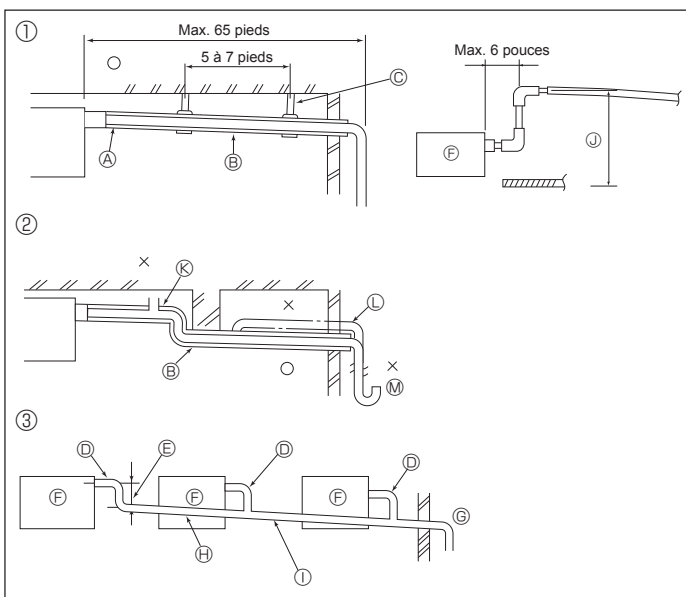

Fig. 4-1
4.1. Mise en place du tuyau d'écoulement (Fig. 4-1)